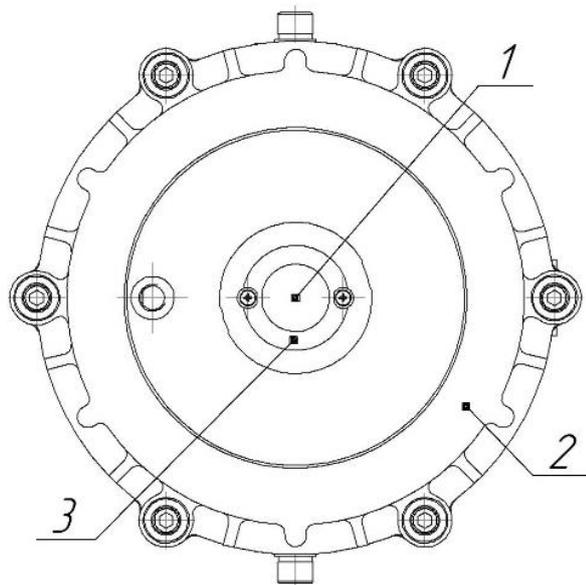
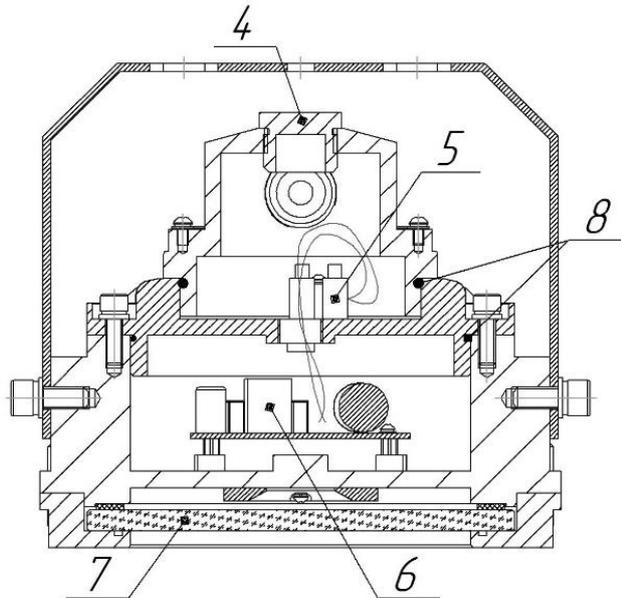
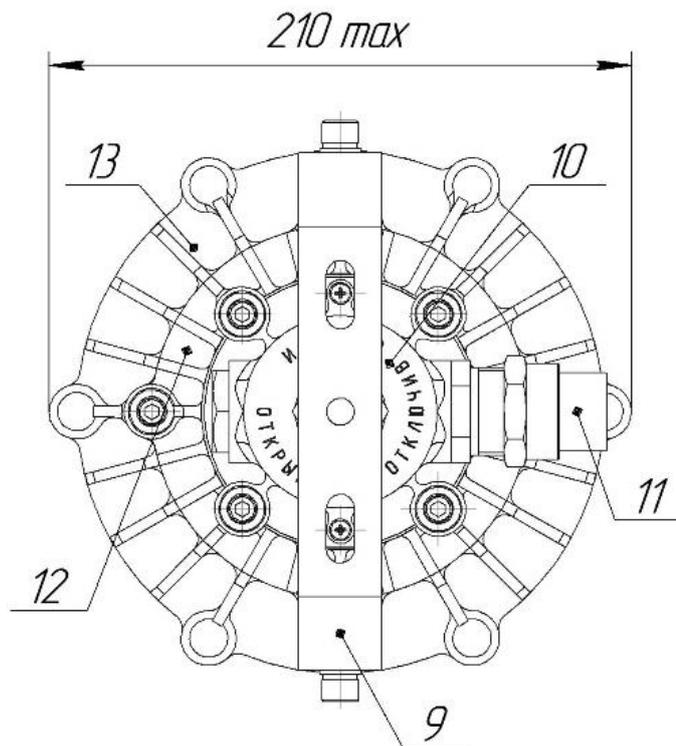

Рис. 1
Рис. 2
Рис.3
1.2.13 Общий вид и конструкция светильника приведены на Рис.1 и Рис.2.
1.4.1 Светильник полупроводниковый взрывозащищенный типа СПВ-220-005 (см. Рис.1) состоит из корпуса (поз.13), кольца (поз.2), крышки (поз.10), крышки (поз.12), модуля светодиодного (поз.1), стекла (поз.7), источника питания (поз.6), кабельного ввода (поз.11), кронштейна (поз.9), крепежных элементов.
1.4.2 Назначение составных частей светильника (см. Рис.1):
- снять крышку (рис.3 поз.10)
- провести питающий провод через кабельный ввод (Рис.3 поз.11) в крышке (рис. 3 поз.10) и подключить сетевой провод к клеммам L,N, \perp
- откручивать винты, фиксирующие кольцо (Рис. 1 поз.2) и корпус (Рис. 3 поз.13);
- откручивать винты, фиксирующие корпус (Рис. 3 поз.13) и крышку (Рис. 3 поз.12).